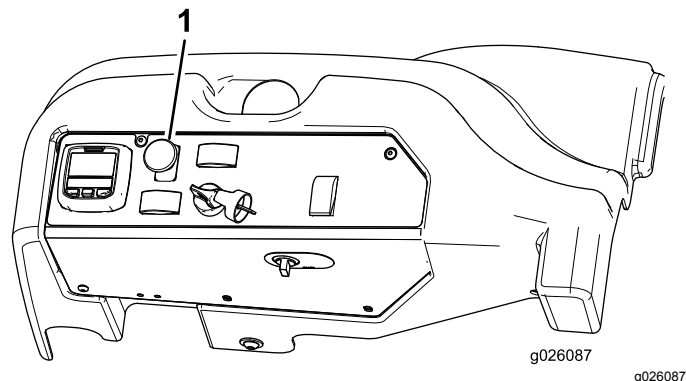

図 25
3. PTO スwitch を引くと PTO が作動を開始する (図 25)。